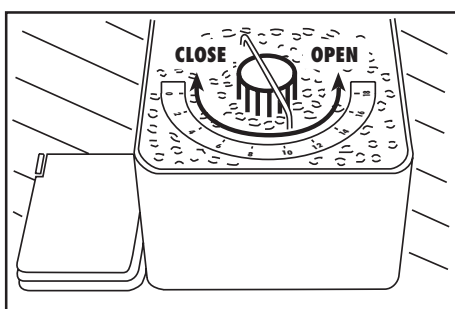

Fig. 9
- Verificare che la manopola di chiusura del contenitore caffè sia ruotata in senso antiorario in posizione "OPEN" (Fig. 9).